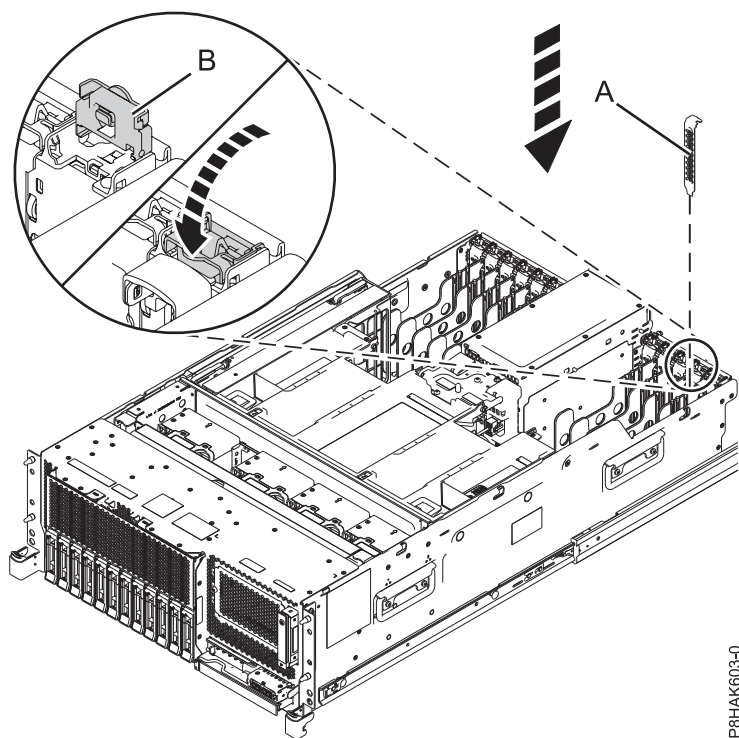
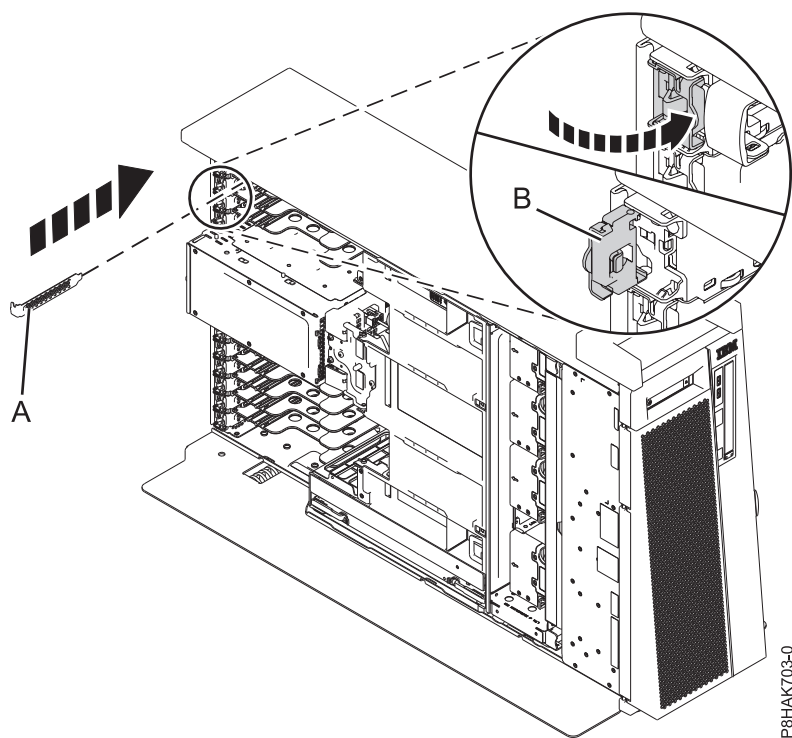

Figura 62. Instalar um preenchimento numa ranhura de um adaptador PCIe num sistema montado em bastidor
Figura 63. Instalar um preenchimento numa ranhura de um adaptador PCIe num sistema 8286-41A autónomo
- a. Segure no contraponto do carácter de preenchimento com cuidado e alinhe o carácter de preenchimento com a ranhura e o respectivo conector no painel posterior do sistema, como demonstrado em Figura 62 e Figura 63 na página 71.